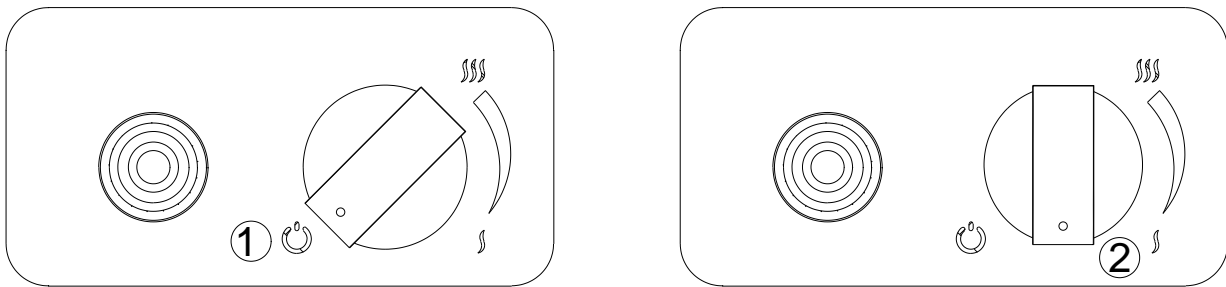

Fig 10 – Accensione del dispositivo
- Assicuratevi che la manopola sia posta in posizione "OFF" (tutta in senso orario) (Fig 10).